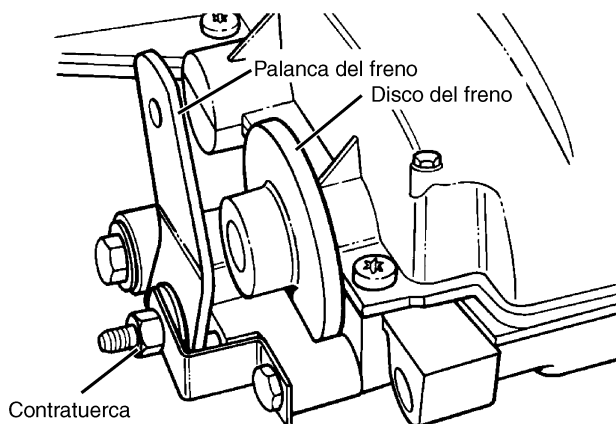

FIGURA 24
- Revise el freno para detectar si el disco del freno esté haciendo contacto con la caja o si la palanca del freno esté haciendo contacto con su ménsula de montaje, en la parte superior o inferior (Vea la FIGURA 24). Si es así, reemplace las balatas (zapatas) y el disco de fricción antes de hacer cualquier ajuste.